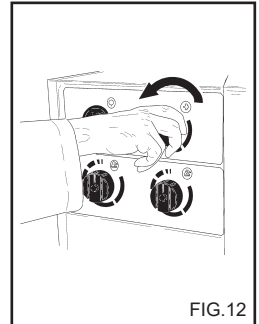

FIG.12
Det här kapitlet innehåller bara de modeller som är försedda med tryckregulator. Med tryckregulatorn fig. 12, kan operatören ställa in arbetstrycket. Driftryck minskar då ratten C vrids motsols mot (B) (minimum).